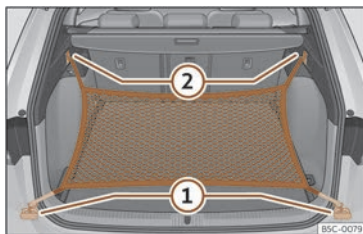

Fig. 129 Al maleter:argolles ① i ganxos ② per enganxar la bossa de xarxa.
- Fixeu els ganxos curts de la xarxa a les anelles d'amarratge»» **fig. 129** ① »» ⚠. La cremallera de la bossa ha de quedar cap amunt.
- Fixeu les cintes als ganxos per penjar bosses ②.